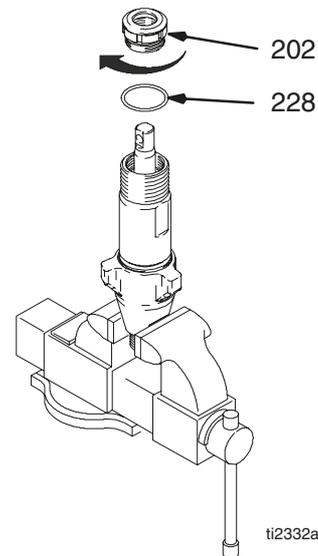

Fig. 20
Fig. 20. Apriete la junta y la tuerca prensaestopas (202) contra el espaciador de la tuerca prensaestopas (228) a un par de 100 +/-10 pies-libra (75 +/-5 pies-libra para 246257) (140 +/-10 pies-libra para 287814, 287815).